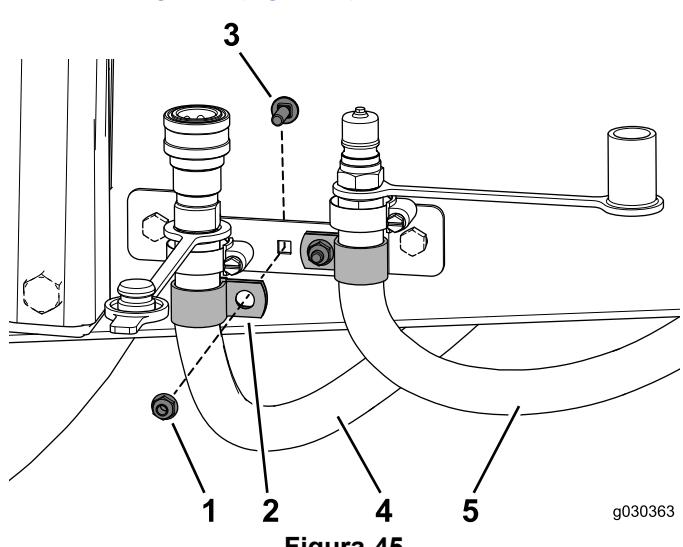

Figura 45
- 3. Coloque 1 abrazadera en R alrededor de cada una de las mangueras (Figura 45).
- 4. Fije la abrazadera en R con el perno de cuello cuadrado ($1/4'' \times 3/4''$) y la tuerca con arandela prensada (Figura 45).